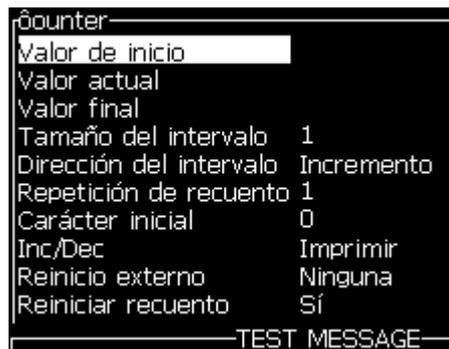

Figura 5-33: Cuadro de diálogo Nuevo contador
- 4 Pulse la tecla *Intro* para abrir el cuadro de diálogo de contador para los contadores (consulte Figura 5-33).
- 5 Establezca los valores de todos los campos en el cuadro de diálogo *Configuración del contador* (consulte Figura 5-33).